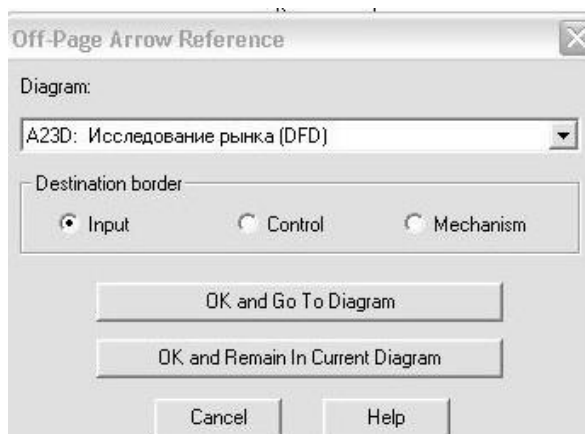

Рис. 9.6. Диалог Off-Page Arrow Reference
2.7. Правой кнопкой щелкните по кончику стрелки и выберите в меню Off-Page Reference. В появившемся диалоге Off-Page Arrow Reference (рис. 9.6) выберите в качестве диаграммы A23D "Исследование рынка".